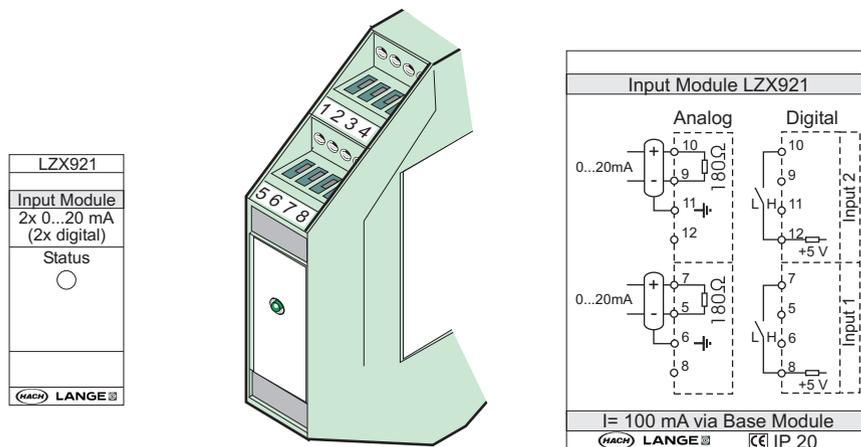

Figure 79 Module d'entrée externe
3. Effectuer les connexions appropriées tel que présentées dans Figure 79 et Tableau 52.